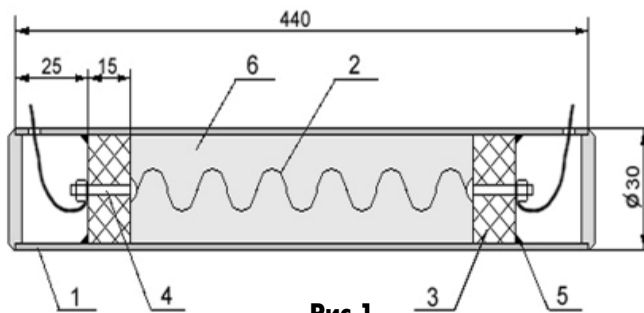

Рис. 1
Сразу скажу, что данный полотенцесушитель изготовил из подручных материалов с целью минимизации затрат. А под руками находилось пару метров латунной никелированной трубы, спирали от утюга и прочая мелочь, которая всегда есть у домашних мастеров. Сначала отрезал один кусок трубы 1 (рис.1) длиной 440 мм. Затем центробором изготовил бобышки (3) из текстолита толщиной 15 мм по внутреннему диаметру трубы, чтобы они очень плотно вставлялись вовнутрь. По центру бобышек просверлил отверстие под винт М5 с гайкой и шайбами. После этого отмерил кусок нихромовой спирали 2 диаметром 0,5 мм и сопротивлением 12 Ом. Измерял сопротивление цифровым мультиметром. И в конце просеял 1кг мелкого речного песка через капроновую сетку. Необходимое условие - песок должен быть сухим.
Через отверстие в бобышке 3 пропустил выпрямленный конец спирали нихрома и закрепил петлю винтом с гайкой (см. рис.1). Затем закрепил проволокой другой конец нихрома и аккуратно, не очень растягивая спираль 2, все это завел в трубку 1 и вставил на указанном расстоянии. В образовавшуюся емкость начал засыпать песок, немного постукивая по трубе, чтобы песок был утрамбован. При этом нужно смотреть, чтобы спираль не касалась стенок трубы и витки были равномерно растянуты. Когда труба полностью за-